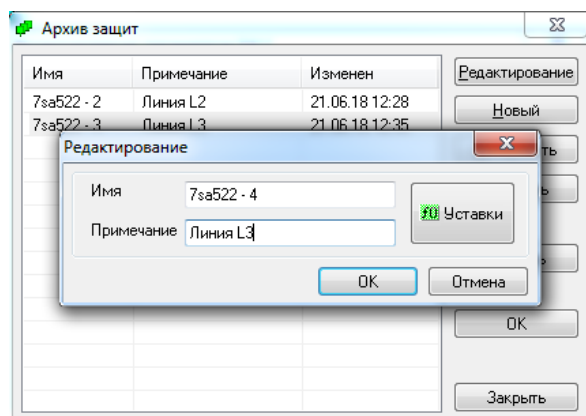

Рис. 5.35. Ввод нового имени
- нажать кнопку *Вставить* и ввести новое имя, например, 7sa522-4 (рис. 5.35);